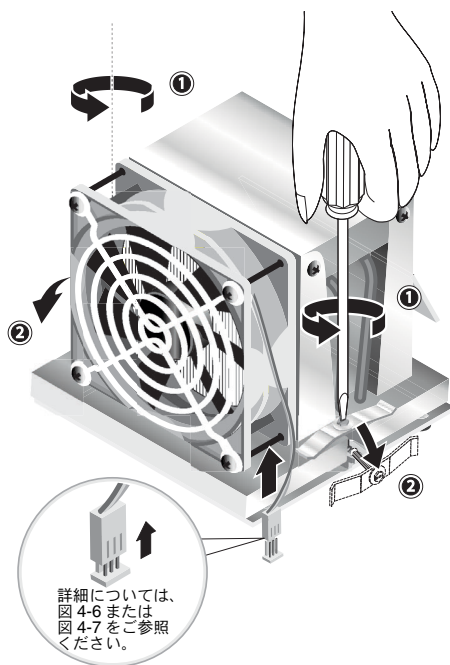

図 4-8 ヒートシンク/ファンアセンブリの固定クリップの解除
5. ヒートシンク/ファンアセンブリをマザーボードに固定している 2 本のネジを緩め (図 4-8 の (1) を参照)、固定クリップを外側に回します (2)。